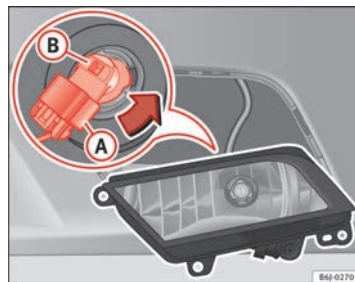

Fig. 168 Faro fendinebbia
- Estrarre il connettore ⇒ fig. 168 (A) della lampada.
- Ruotare il portalampada ⇒ fig. 168 (B) verso sinistra e tirare.